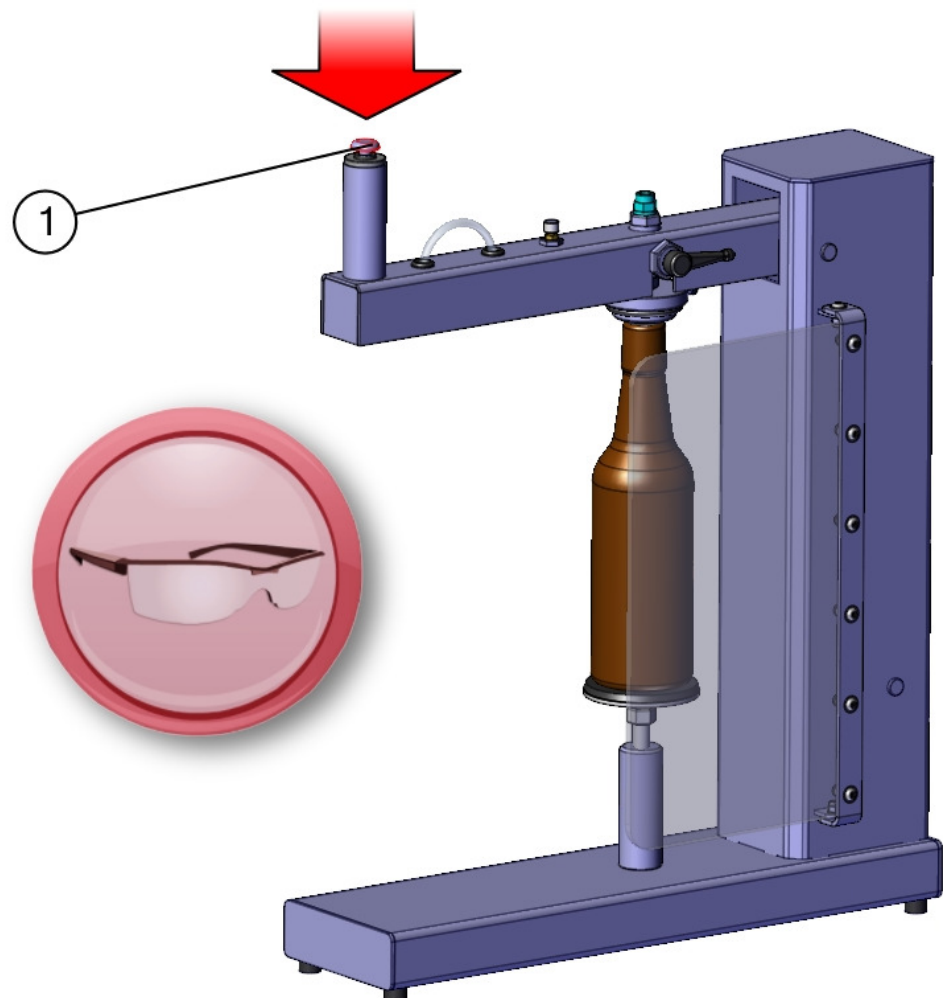

Abb. 8
4. Drucktaster am Handgriff (**Abb. 8/1**) betätigen und halten. Der Füllarm wird nun mithilfe des Zylinders heruntergedrückt und der Produktbehälter wird gespannt.